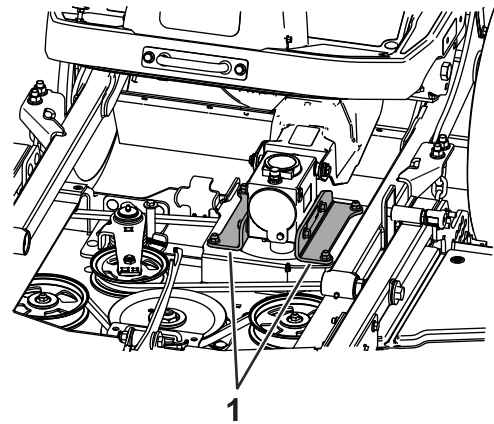

Figura 2
4. Rimuovete le staffe preesistenti della scatola a ingranaggi (Figura 2).